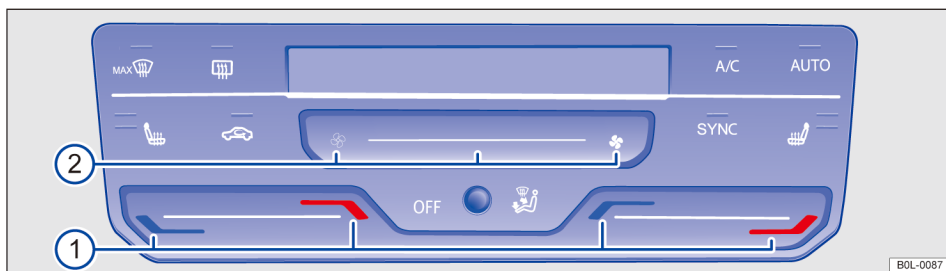

图 80 中控台上部：全自动空调系统操作机构
- 点击空调操作面板中的按钮  → 图 80。
- 或：点击左侧鼓风机调节功能按钮  → 图 80②, 直至控制面板上方的显示屏出现 OFF 字样。
- 点击温度调节按键 → 图 80①，以调节驾驶员和前排乘员侧温度。
- 点击鼓风机调节按键 → 图 80②。
- 点击按键  → 图 80。